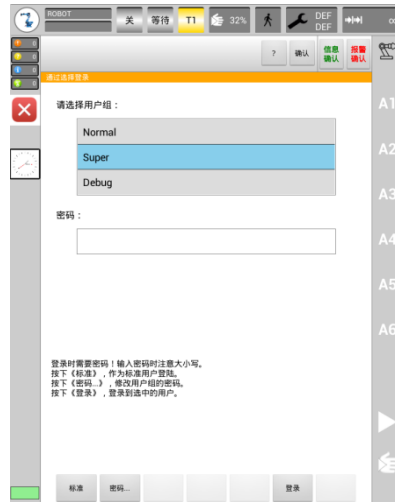

图 4-4 用户登录界面
- 2) 在示教器主菜单选择“配置->用户组”，登录为 Super 用户，登录用户登录界面如图 4-4